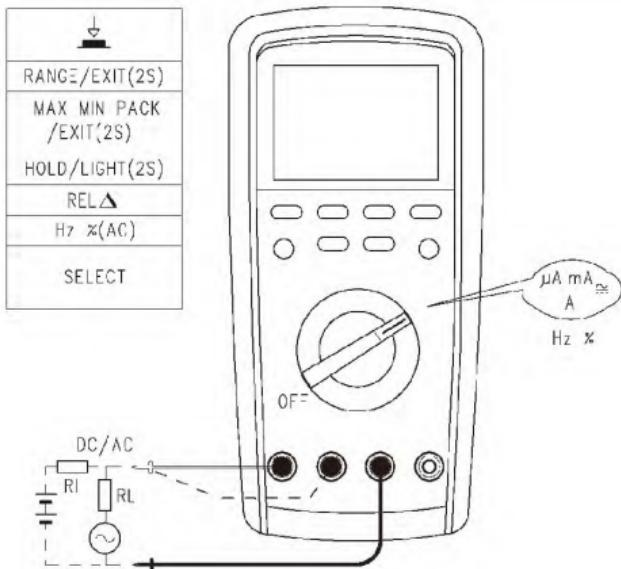

Abbildung 10
8. AC/Gleichstrommessung (siehe Abbildung 10)